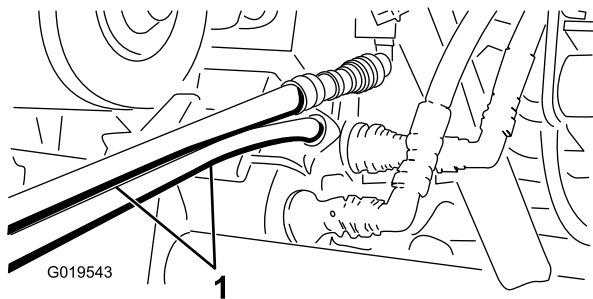

Figura 77
4. En el otro vehículo, conecte los dos manguitos al acoplamiento que permanece todavía en el soporte de acoplamiento (conecte el manguito superior al acoplamiento superior y el manguito inferior al acoplamiento inferior) (Figura 77). Tapone los acoplamientos no utilizados.